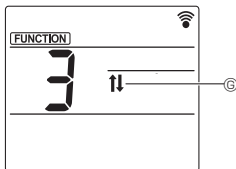

Fig. 5-5
5.2. Utilisation du panneau ascendant/descendant (Fig. 5-1, Fig. 5-5)